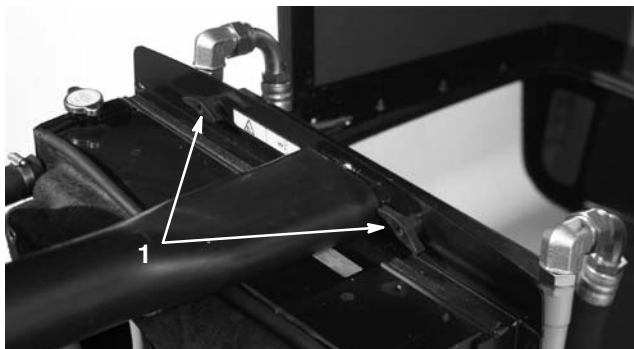

Figure 52
2. Enlevez les boutons (Fig. 52) qui fixent le refroidisseur d'huile au châssis.